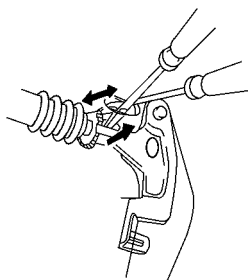

图 15-89 用螺钉旋具调整螺栓放松后制动蹄调整器
(1) 拆下后车轮和制动鼓。穿过后挡板上的孔插入螺钉旋具，将自动调整杆撬离调整螺栓，用另一把螺钉旋具旋动调整螺栓以放松后制动蹄调整器，如图 15-89 所示。
(2) 拆下后制动蹄。